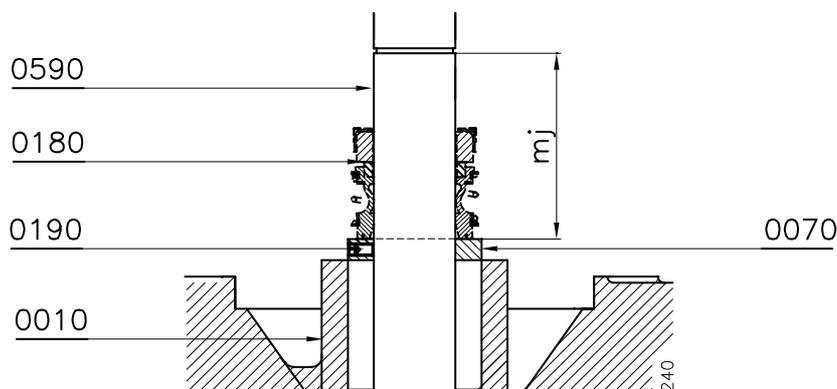

Figure 14: Distance mj
- 1 Montez la bague de réglage (0060) et bloquez-la au moyen de la vis de réglage (0280). Voir figure 14. Pour la distance exacte, voir la valeur **mj** dans le tableau ci-dessous: